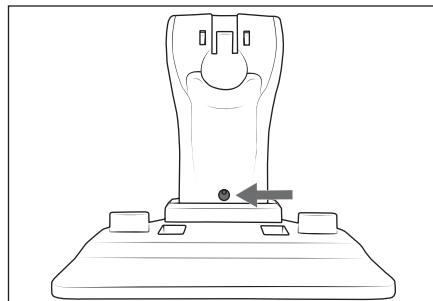

Fig. 1
- 1) Utilisez l'ouverture dans le support d'appareil ❻ pour marquer le trou à percer sur le mur (fig. 1).
- 4) Placez la vis dans l'ouverture dans le support d'appareil ❻ (fig. 1) et vissez-la dans la cheville avec un tournevis cruciforme.
- 1) Placez la partie portable ② dans la cavité pour partie portable ⑯ comme décrit au chapitre **Relier/détacher la partie portable**.
- 3) Repositionnez la vis ⑫ dans l'ouverture de vis à l'arrière du manche ⑪. Serrez la vis ⑫ dans le sens horaire avec un tournevis cruciforme (fig. 1).